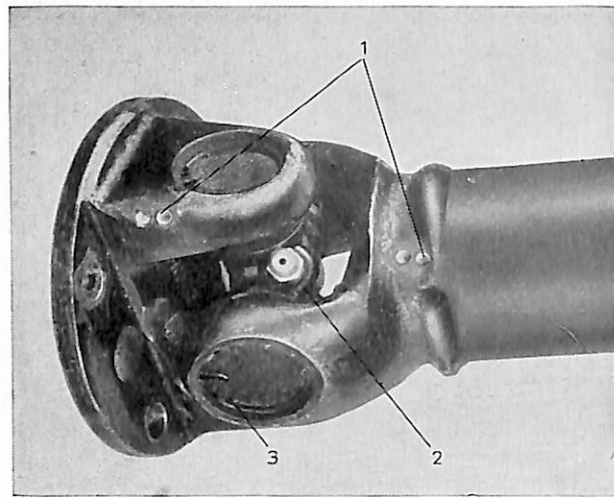
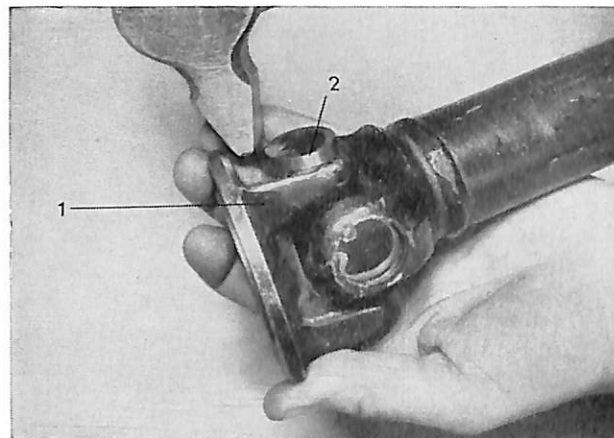

Bild 9. Märkning av kardanknut.
Bild 10. Isärtagning av kardanknut.
Spänn fast axeln (eller knuten om det är den mittre) i ett skruvstycke, så att knuten kommer så nära skruvstycket som möjligt. Tänk på att själva "axeln" är ett rör, som lätt kan deformeras. Märk upp knuten så att gafflarna och axelkorset kan monteras i samma inbördes läge (1, bild 9). Placera märken i linje med smörjnippeln (2) på axelkorset.
1. Tag bort de fyra låsfjäderna (3) som låser nållagerhylsorna.
3. Knacka med en hammare den fria medbringargaffeln (1, bild 10) så långt det går mot axelkorsets centrum. Härvid kryper nållagerhylsan (2) ut till ungefär halva sin längd vid den sida som man knackar.